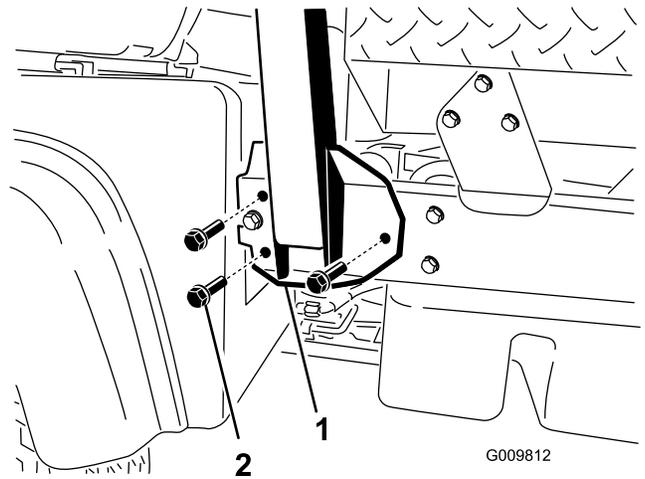

Figure 4
- Placez chaque côté du système ROPS en face des trous de montage de chaque côté du cadre de la machine, comme montré à la Figure 4.